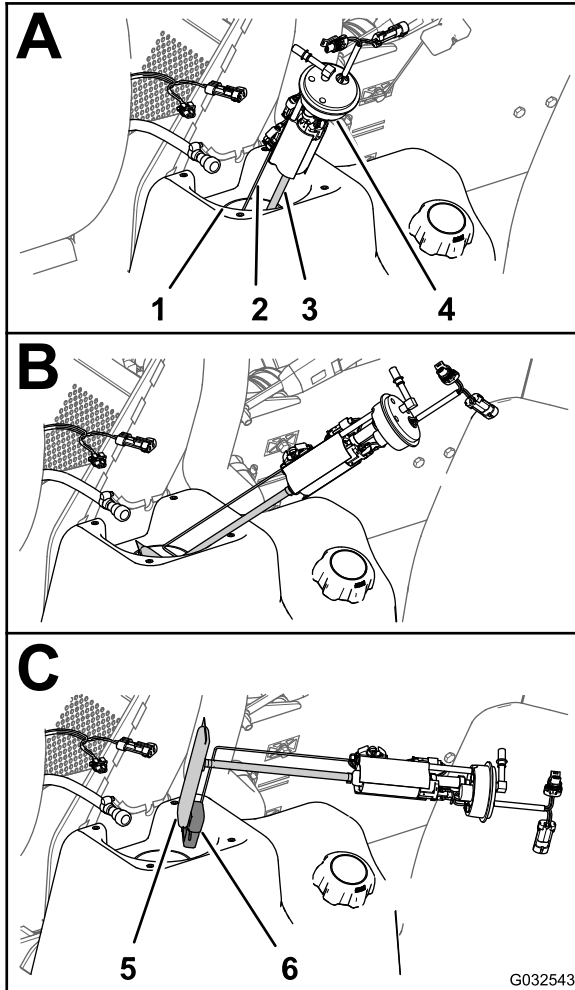
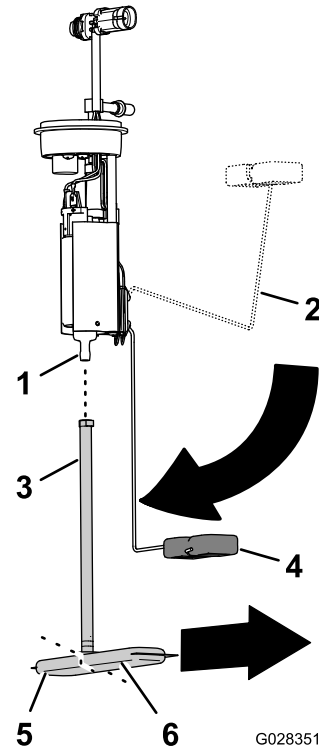

図 79
図 80
- 燃料ポンプ / センダーユニットを回しながら慎重に燃料タンクの首から外す 図 79。
- 燃料ポンプのフィッティングから燃料フィルタのピックアップチューブを外す 図 80。
- 新しい燃料フィルタのピックアップチューブを、燃料ポンプのフィッティングに合わせる 図 80。
- 燃料フィルタの長い方の脚を、フロートのアームが「残量ゼロ」位置の時のフロートに合わせる 図 80。
- 燃料ポンプのフィッティングをピックアップチューブの一番奥まで入れる 図 80。
1. フロートのアームとピックアップチューブを支えながら、フロートと燃料フィルタを燃料タンク内に入れる 図 79。
2. 燃料ポンプ / センダーユニットを、燃料タンク内部に入れる 図 79と図 80。
3. 燃料ポンプ / センダーユニットおよび燃料タンクの首にシールとナットを取り付け、ナットを十分に締め付ける 図 79。
4. 燃料ポンプのフィッティングに燃料ホースのカップリングを接続する 図 79。
5. 燃料ポンプ / センダーユニットの2ピンコネクタを、車両用のワイヤハーネスの2ソケットコネクタに接続し燃料ポンプ / センダーユニットの2ソケットコネクタを、車両用のワイヤハーネスの2ピンコネクタに接続する 図 79。